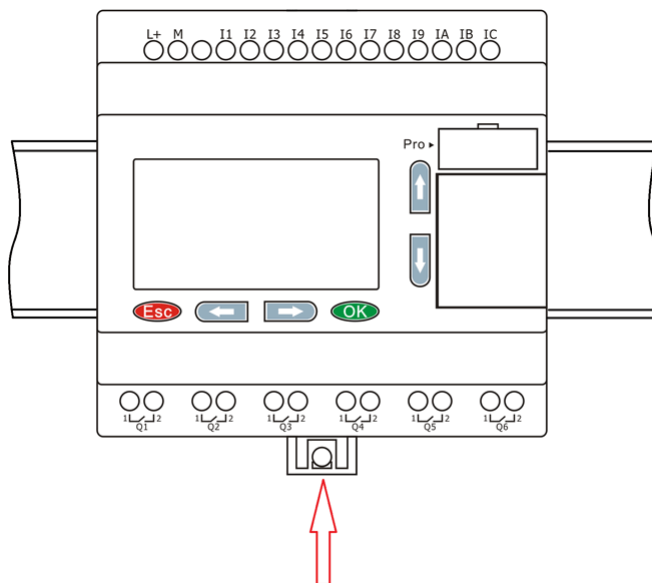

Рисунок 3.25 - Монтаж на DIN-рейку
2. Установите модуль на DIN-рейку таким образом, чтобы верхняя защелка зафиксировалась на DIN-рейке. Далее, придерживая модуль, нажмите на нижнюю защелку и зафиксируйте модуль (рисунок 3.25).